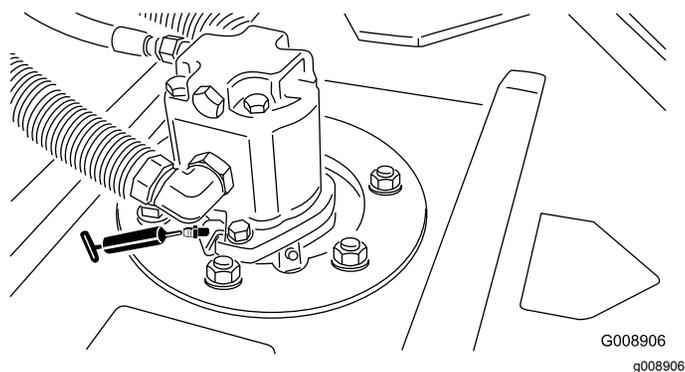

Figure 44
- 2 (par plateau de coupe) roulements d'axe de pivot de plateau de coupe (Figure 44)